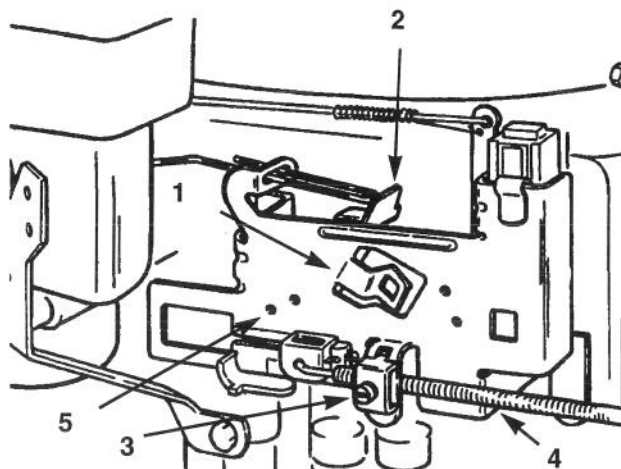

Figure 26
3. Pincer les extrémités des colliers de serrage et les éloigner du filtre (Fig. 26).
- B. Quand la commande est sur FAST, les trous de repérage du levier de commande du régulateur doivent se trouver dans l'alignement de la plaque du régulateur (Fig. 26). Si ce n'est pas le cas, se reporter au point 4 pour la procédure de réglage.
- B. Desserrer la vis de serrage du câble d'accélérateur jusqu'à ce que la gaine coulisse (Fig. 26).
- C. Déplacer la gaine du câble jusqu'à ce que les trous de repérage du levier de commande du régulateur se trouve dans l'alignement de la plaque du régulateur (Fig. 26). Serrer alors la vis de serrage du câble.